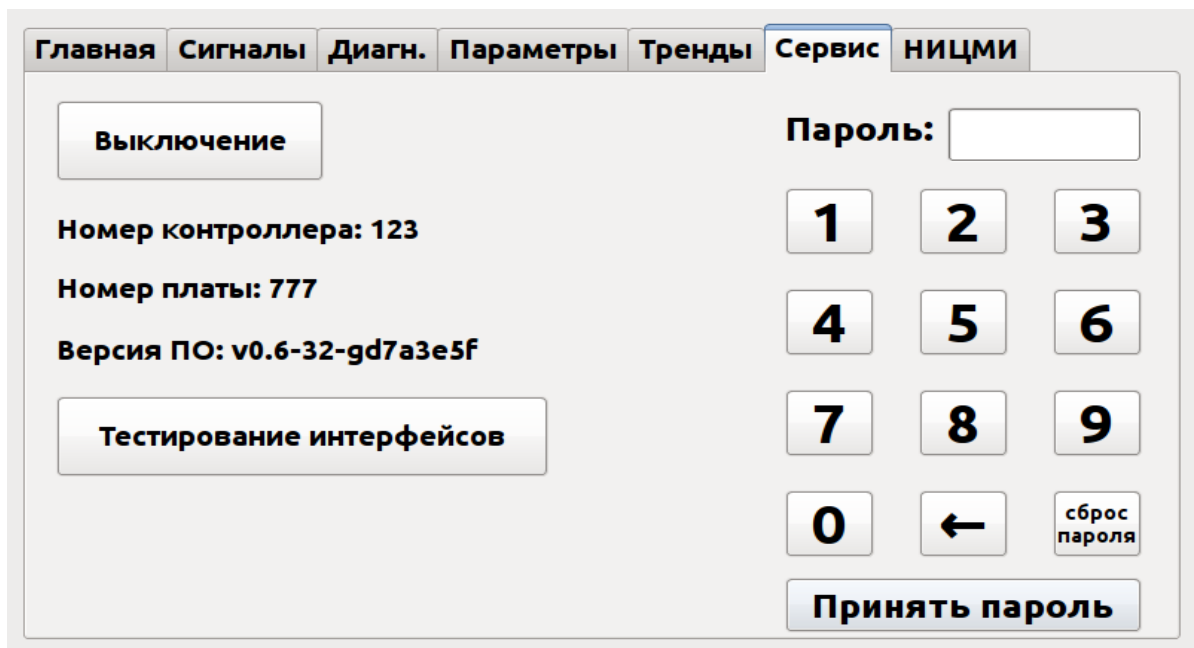

Рис. 3
**2.4.** Выключение влагомера МПВ700 осуществляется оператором путем последовательного нажатия клавиш на мониторе «Сервис» и в появившемся окне - «Выключение» (рис.3). После корректного завершения работы контроллера УМФ700.26 нажмите тумблер «выкл» на корпусе контроллера и снимите подачу питания с датчика.